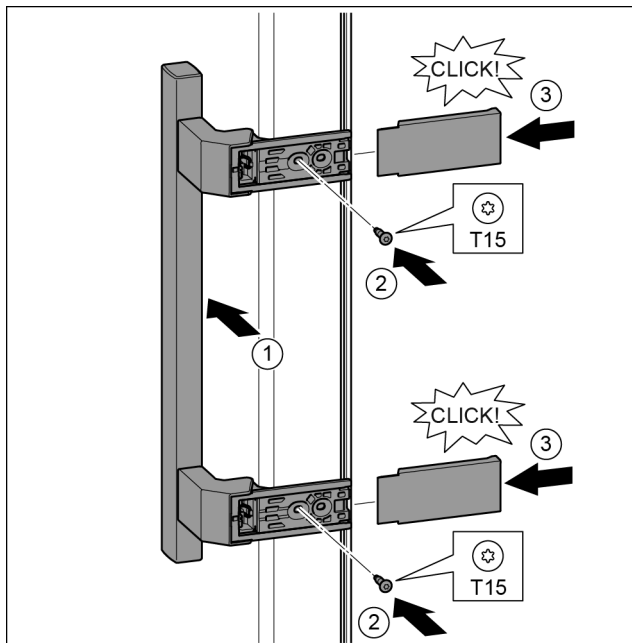

Fig. 19
- ▶ Nasadte madlo na protilehlé straně. Fig. 19 (1)
- ▶ Šroubovákem T15 pevně utáhněte šrouby. Fig. 19 (2)
- ▶ Kryty bočně nasadte a nasuňte. Fig. 19 (3)